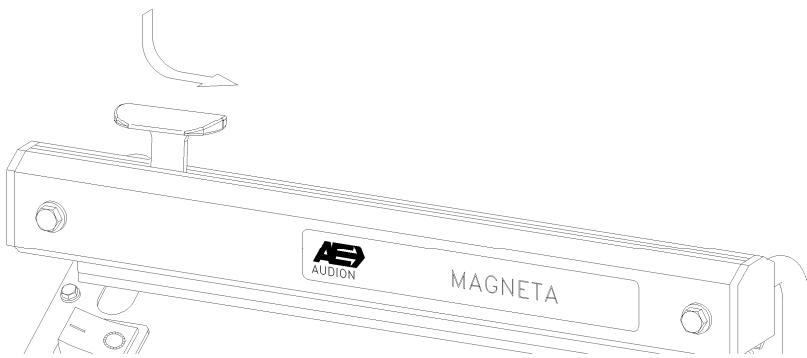

Fig. 1
5. Folię można obciąć. W tym celu należy wcisnąć czerwony uchwyt noża i przejechać nim wzdłuż ramienia, w czasie, gdy ramię urządzenia jest opuszczone (Rys. 1).
5. Обрезание пленки производится нажатием на красный держатель ножа с последующим его перемещением вдоль рычага, находящегося в нажатом положении (рис. 1).